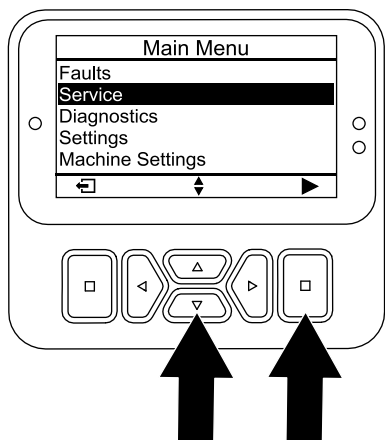

图 166
5. 按向下按钮直至 SERVICE维护选项被选定然后按选择按钮 图 166。